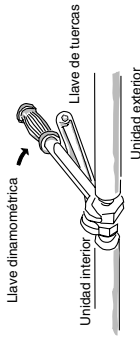

Fig. 6-6
- Cuando extraiga las tuercas abocardadas de las conexiones de las tuberías, o cuando las apriete después de haber conectado las tuberías, asegúrese de emplear 2 llaves de tuercas o llaves inglesas, tal y como se muestra. (Fig. 6-6)